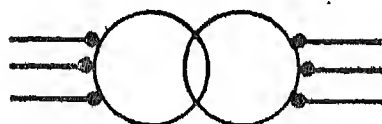

Fig. 3. — Symbole graphique qui sert aux électriciens à représenter un transformateur triphasé.
b) D'autre part, des appareils très simples, ne comportant aucun organe mobile, appelés **transformateurs**, permettent de transformer un courant alternatif en un autre, présentant soit une tension beaucoup plus grande, soit une tension beaucoup plus faible (fig. 3).